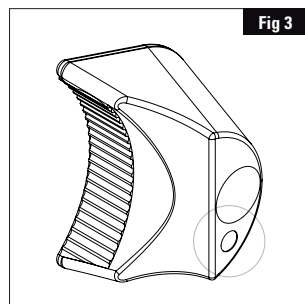

Fig 3
- si vous souhaitez atteindre les positions: -9° / -5° / -1° / $+3^\circ$ / $+7^\circ$ / $+11^\circ$, introduisez les dans le logement DROIT du corps de potence (4)
- si vous souhaitez atteindre les positions: -7° / -3° / $+1^\circ$ / $+5^\circ$ / $+9^\circ$ / $+13^\circ$, introduisez les dans le logement GAUCHE du corps de potence (4)
6. Passer le tampon "pas à gauche" (5) (AVEC indicateur) (Fig 3) dans son logement.